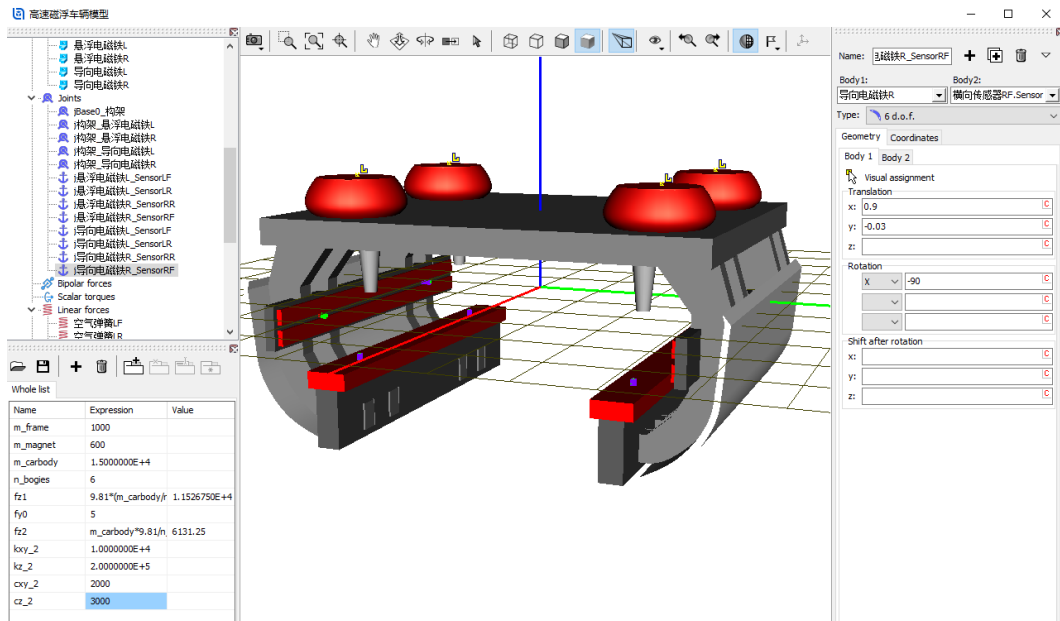

图 3-135
- 10) 复制生成第十三个铰，更改 **Body2** 为**横向传感器 RF.Sensor**，修改 **Body1** 的连接点坐标为 $(0.9, -0.03, 0)$ ，切换到完整视图，如图 3-135。